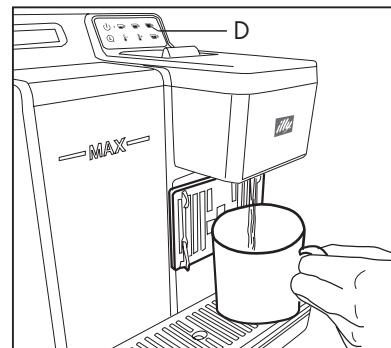

Fig. 7
- Premere il tasto (D) (**Fig. 7**) ed attendere la fine dell'erogazione. In questo modo la macchina si è risciacquata.